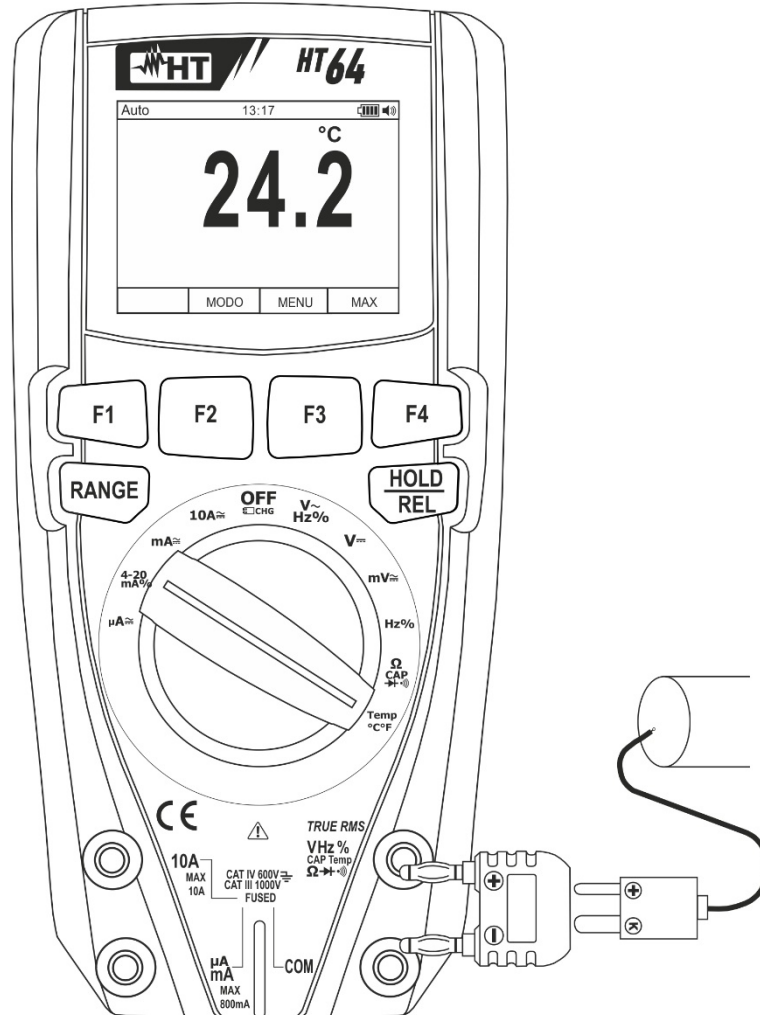

Abb. 28: Verwendung des Gerätes für Temperaturmessung
3. Stecken Sie den mitgelieferten Adapter in die Eingangsbuchsen **VHz%CAPTemp Ω** (Polarität +) und **COM** (Polarität -) (siehe Fig. 28).